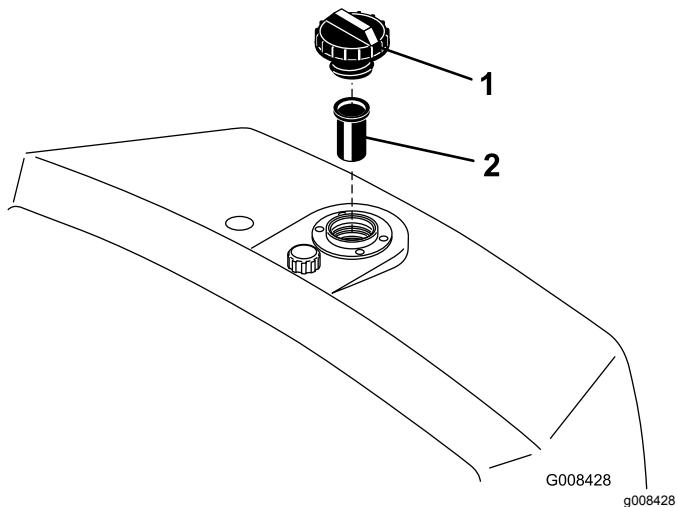

图47
- 卸下油箱盖并查看液压油油位。油位应达到加油颈滤网的底部图47